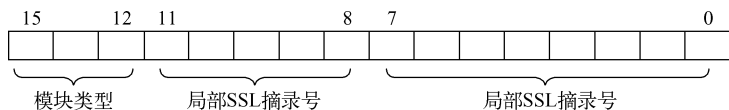

图 12-51 局部 SSL 的标识符 SSL_ID
2) 局部系统状态列表（SSL）的结构。局部系统状态列表（SSL）由报头和数据记录组成。报头由局部 SSL 的标识符 SSL_ID、索引 INDEX、包含局部 SSL 中的数据记录的字长度和数据记录的个数组成。局部 SSL 的标识符 SSL_ID 占一个字（16 位），它由局部 SSL 编号（第 0~7 位）、局部 SSL 摘录号（第 8~11 位）和模块类型（第 12~15 位）组成，如图 12-51 所示。